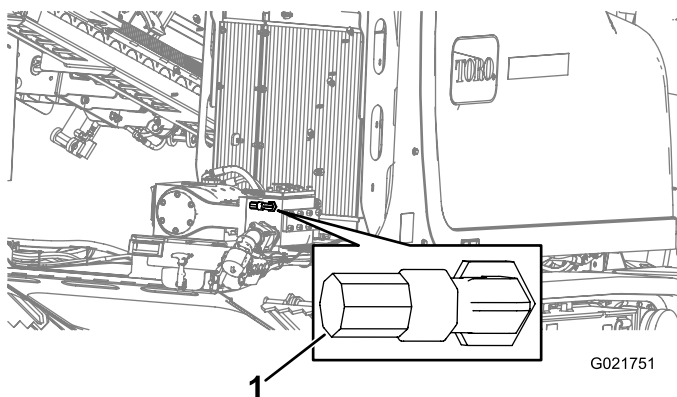

Figura 157
5. Conecte a mangueira à sua conexão (Figura 157).